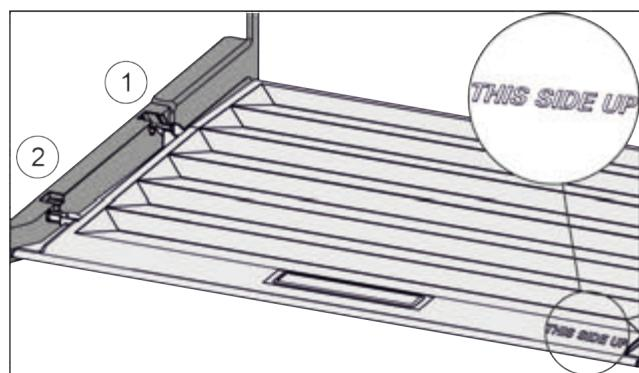

Fig. 102
- Вставить поперечні ребра через отвір заднього тримача Fig. 102 (1) і зафіксувати спереду у тримачі Fig. 102 (2).